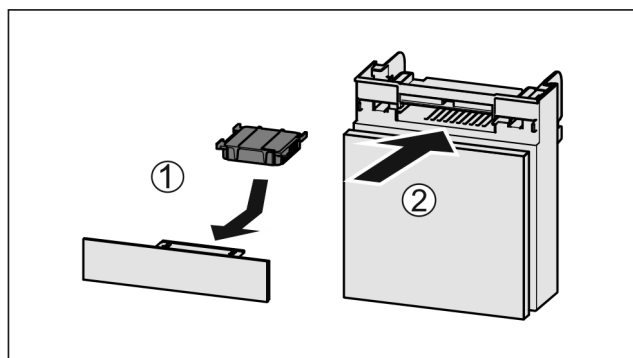

Fig. 81
- Filtr s aktivním uhlím vložte podle vyobrazení Fig. 81 (1).
- Zásuvku zasuňte Fig. 81 (2).